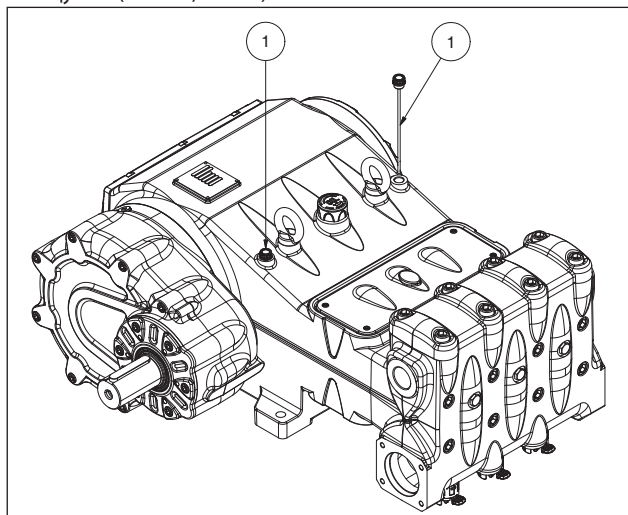

Рис. 8
5. Масло в картере насоса находится на нужном уровне по результатам проверки при помощи специальных щупов (поз. ①, Рис. 8).